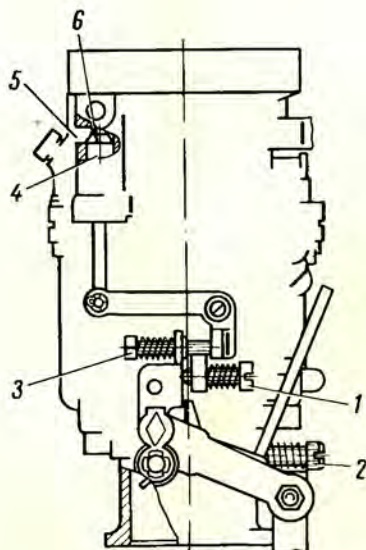

Abb. 19. Stellschrauben des Vergasers:
1. Die Leerlauf-Drehzahl von 550-600 U/min mittels Stellschraube 1 (Abb. 19) vorher einstellen.